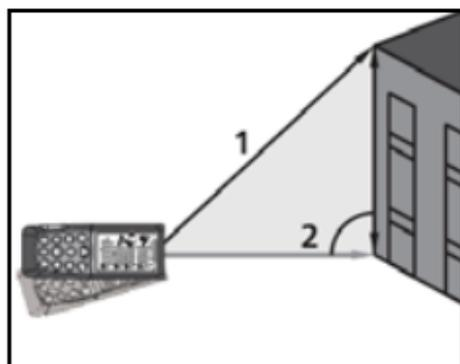

Fig. 9: Esecuzione misura Indiretta a 2 punti
3. Posizionare lo strumento nel punto più alto (1) della misura (vedere Fig. 9) e premere il tasto  o il tasto laterale **MEAS** per eseguire la misura. Il risultato è mostrato nel primo display parziale. Il simbolo "" è mostrato a display con lato "2" lampeggiante
4. Posizionare lo strumento nel modo più orizzontale possibile (2) della misura (vedere Fig. 9) e premere il tasto  o il tasto laterale **MEAS** per eseguire la misura. Il risultato è mostrato nel secondo display parziale
5. Il valore finale del risultato (ottenuto come $\sqrt{(1)^2 - (2)^2}$) è mostrato nel display risultante